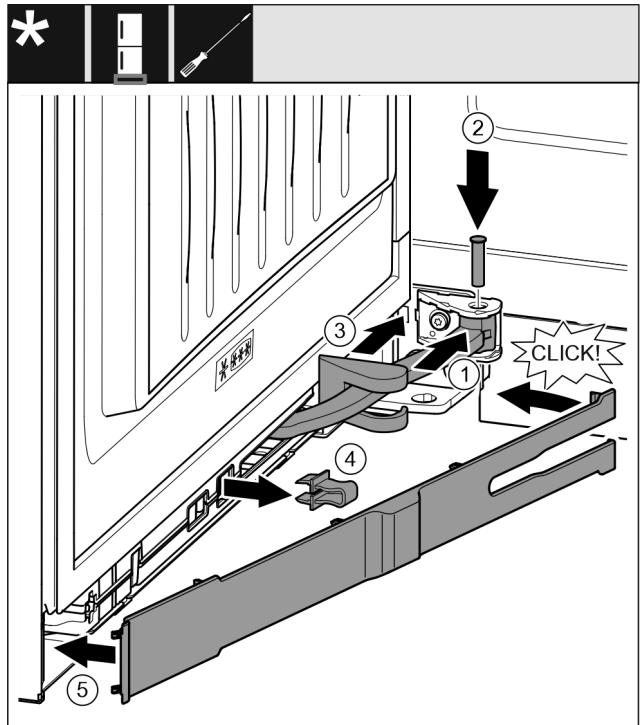

Fig. 43
- Gelenk Fig. 43 (1) in Aufhängung drehen.
- ▶ Bolzen Fig. 43 (2) mit einem Schraubendreher in Aufhängung und Gelenk einsetzen. Dabei darauf achten, dass der Rastnocken korrekt in der Nut sitzt.
- ▶ Lagerbockabdeckung Fig. 43 (3) entlang des Gelenks schieben und über der Aufhängung montieren.
- ▶ Sicherung Fig. 43 (4) abnehmen.
- ▶ Blende Fig. 43 (5) griffseitig ansetzen und einschwenken.